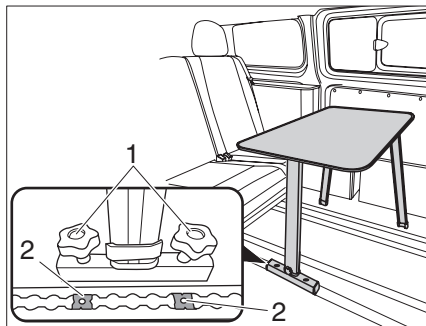

Bild 50 Tisch im Fahrzeug aufgestellt
- Tischfuß über den Nutzensteinen (Bild 50/2) platzieren.
- 2 Knebelschrauben (Bild 50/1) in die Nutzensteine (Bild 50/1) schrauben.